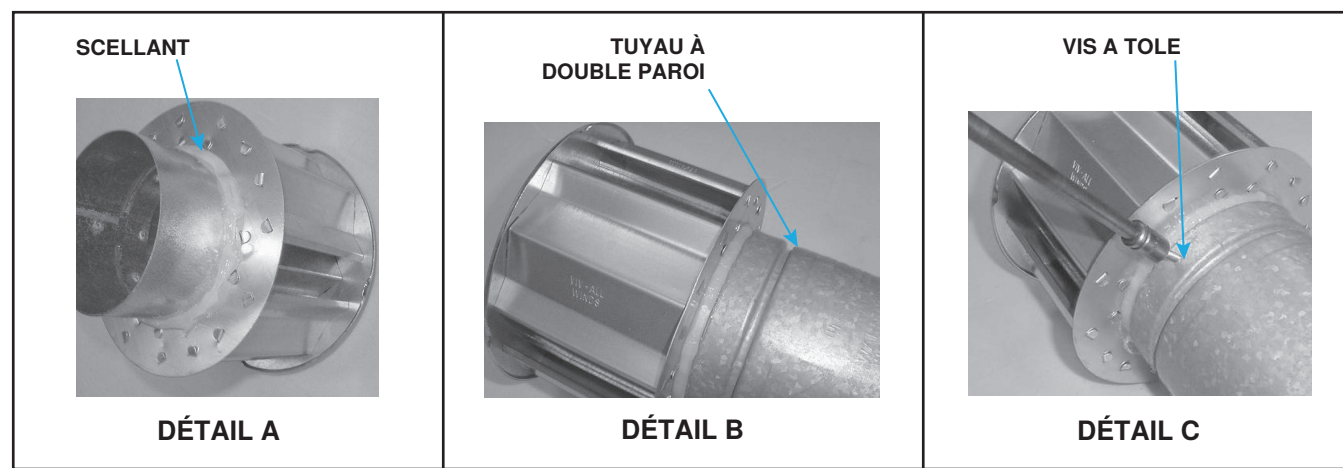

Figure 13. Raccordement d'un tuyau à double paroi (type B) au bouchon d'évent
- a. Appliquez un cordon de silicone de 3/8 pouce (9.525 mm) en continu sur la circonférence du collier du chapeau d'évacuation. Cette application sert à éviter les infiltrations d'eau à l'intérieur du tuyau d'évacuation à double paroi (voir **Figure 13**, DÉTAIL A).
- b. Effectuez l'étape 2 immédiatement après l'étape 1. Positionnez le collier du chapeau d'évacuation à l'intérieur de la paroi interne du conduit à double paroi. Insérez le conduit le plus profondément possible (voir **Figure 13**, DÉTAIL B).
- d. Fixez solidement le chapeau d'évacuation au tuyau à double paroi en perçant le collier du chapeau d'évacuation et en utilisant une vis à tôle de 3/4 pouce (19.05 mm) de longueur. Ne serrez pas la vis plus qu'il ne faut (voir **Figure 13**, DÉTAIL C).